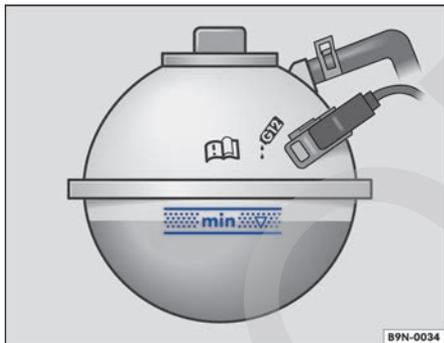

Fig. 137 En el compartimento del motor: marca del depósito de expansión del líquido refrigerante del motor.
- Con el motor en frío, compruebe el nivel del líquido refrigerante en la marca lateral del depósito de expansión ⇒ fig. 137.
- El nivel del líquido refrigerante deberá encontrarse entre las marcas del depósito de expansión ⇒ **fig. 137**. **¡No rebase nunca el borde superior de la zona marcada ⇒ Ⓞ!**
- **Al añadir líquido refrigerante, no rebase el borde superior de la zona marcada ⇒ **fig. 137**. De lo contrario, al subir la temperatura el líquido sobrante es expulsado del sistema de refrigeración del motor y puede causar daños.**